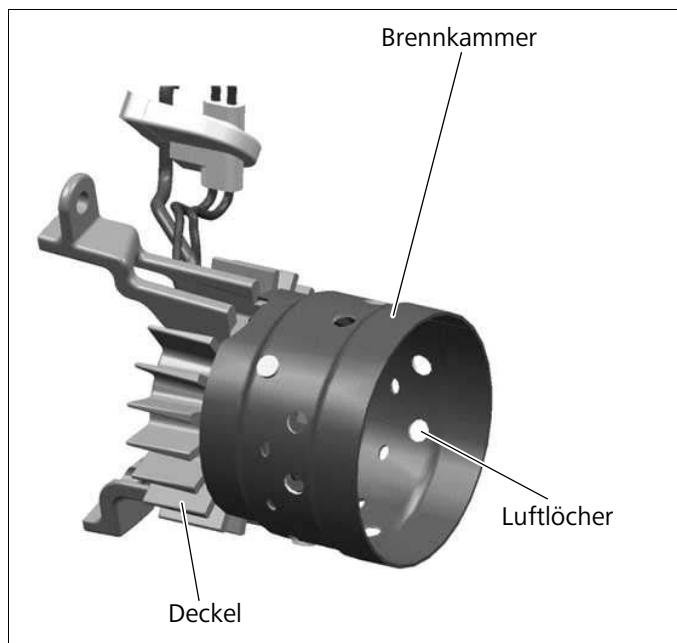

Abb. 702 Brennkammer
- Der Deckel und die Brennkammer (Abb. 702) müssen fest verbunden sein und dürfen kein Spiel haben (Überprüfung durch leichtes Bewegen). Ansonsten muss die Brenneinheit gewechselt werden.
Die Brennkammer (Abb. 702) sollte nicht beschädigt (z.B. verbeult) sein. Eine verbeulte Brennkammer kann zu einer schlechten Verbrennung bzw. Verkoken des Heizgeräts führen. In diesem Fall muss die Brenneinheit gewechselt werden.
- Die Luftlöcher (Abb. 702) in der Brennkammer dürfen nicht zugekockt sein. Zugekockte Luftlöcher können ein Nicht-Starten bzw. eine schlechte Verbrennung zur Folge haben.